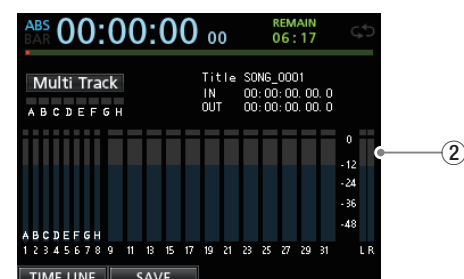

Fig 6
- フォーマット選択画面に戻るので、**HOME**ボタン(Fig6-①)を押して、**[HOME]**画面(Fig6-②)に戻る。